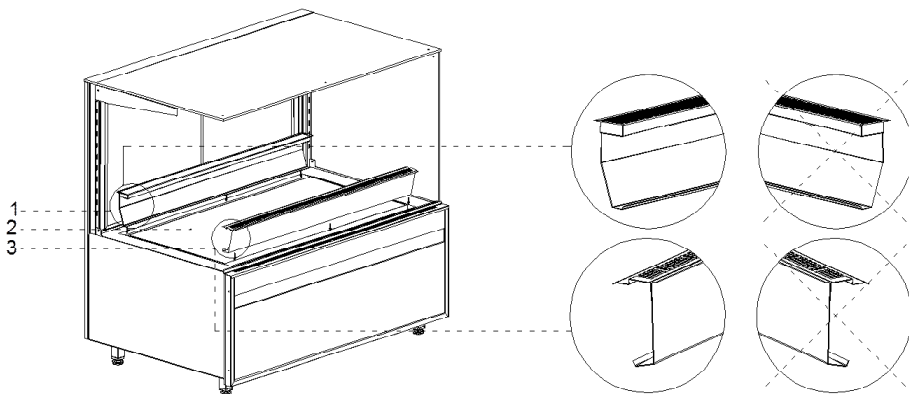

Rys.7 Higrostat
- W witrynach wyposażonych w higrostat (nie dotyczy term. Carel) można ustawić żądaną wilgotność wewnątrz urządzenia za pomocą pokręćła Rys.7(str.5). W zakresie temperatur od 10°C do 15°C istnieje możliwość kontrolowania wilgotności powietrza w granicach 30 do 80%.
Higrostat służy do kontrolowania wilgotności, gdy temperatura wewnątrz witriny będzie znajdować się w zakresie od 10°C do 15°C. Za pomocą pokrętła higrostatu ustawiamy żądaną wilgotność powietrza w witrynie w zakresie od 30 do 80% dokonując obrotu pokrętłem Rys.7 (str.5) i ustawiając go w odpowiednim położeniu. Obrót pokrętła w kierunku zgodnym z ruchem wskazówek zegara powoduje obniżenie nastawionej wilgotności powietrza, a w kierunku przeciwnym jej podwyższenie. Pokręcenie pokrętłem w lewo do krańcowego położenia powoduje wyłączenie pracy higrostatu, pomimo **włączonego zasilania**.